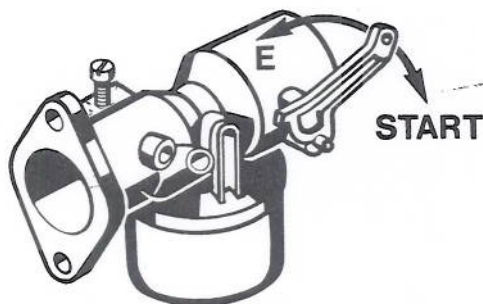

Bild 2
2. a. bei kaltem Motor: Hebel der Starterklappe (Bild 2) am Vergaser in "Start"-Stellung bringen
b. bei warmem Motor: Hebel der Starterklappe am Vergaser in Betriebsstellung (E, Bild 2) lassen.